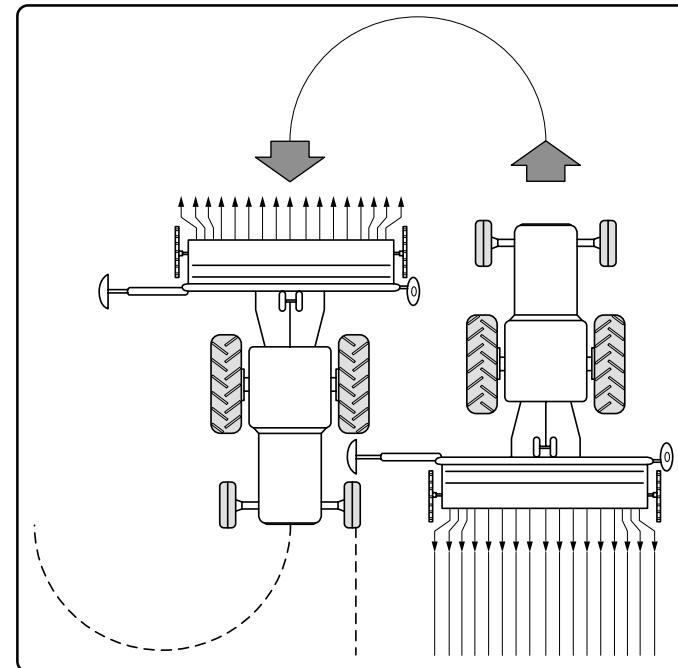

Fig. 28
Quando il trattore avrà terminato la corsa e invertito la marcia, procederà correndo con una delle ruote anteriori sulla linea di riferimento (Fig. 28).
*When the tractor finishes a row and makes a U-turn, the front wheel will begin the new row through alignment with the line traced in parallel (Fig. 28). At each new passage the seeder will have to mark a reference line on the side opposite to the previous passage. Switching the row-marker arms is operated with the tractor hydraulic distributor control.*
Der Spurreisser ist eine Vorrichtung, die eine parallel zum Schlepperlauf liegende Bezugslinie auf dem Boden zieht. Wenn der Schlepper seinen Lauf beendet hat und umkehrt wird er mit den Vorderrädern auf der Bezugslinie (Abb. 28) laufen. Bei jeder neuen Passage muß die Sämaschine eine Kennzeichenlinie ziehen, die auf der gegenüberliegenden Seite der vorangegangenen Passage liegt.
*Quand le tracteur a terminé sa course et qu'il fait un demi-tour, il roule avec l'une des roues avant sur la ligne de repère (Fig. 28). A chaque nouveau passage, le semoir devra tracer une ligne de référence du côté opposé au passage précédent.*
Cuando el tractor habrá acabado la carrera e invertido la marcha, procederá marchando con una de las ruedas delanteras sobre la línea de referencia (Fig. 28). Con cada nueva pasada, la sembradora deberá trazar una línea de referencia del lado opuesto a la de la pasada anterior.